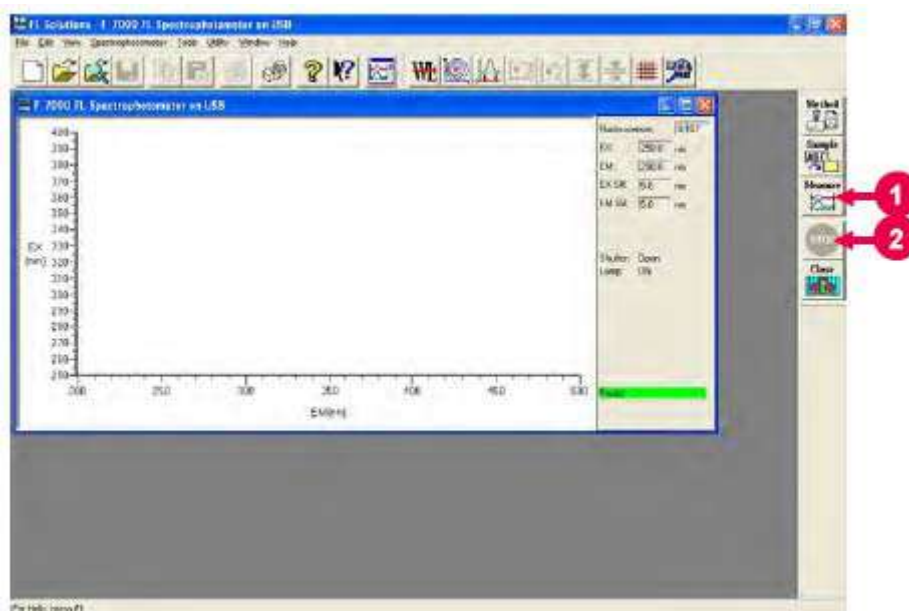

Рис. 5-9 Окно Монитор
(3) Чтобы приостановить измерение, нажмите кнопку Остановить (stop) на панели инструментов. (Смотри (2) in Рис. 5-9.)
(4) Информацию, которая должна отображаться при открытии окна Обработка данных, можно выбрать, исключив ненужную информацию из параметров изображения.